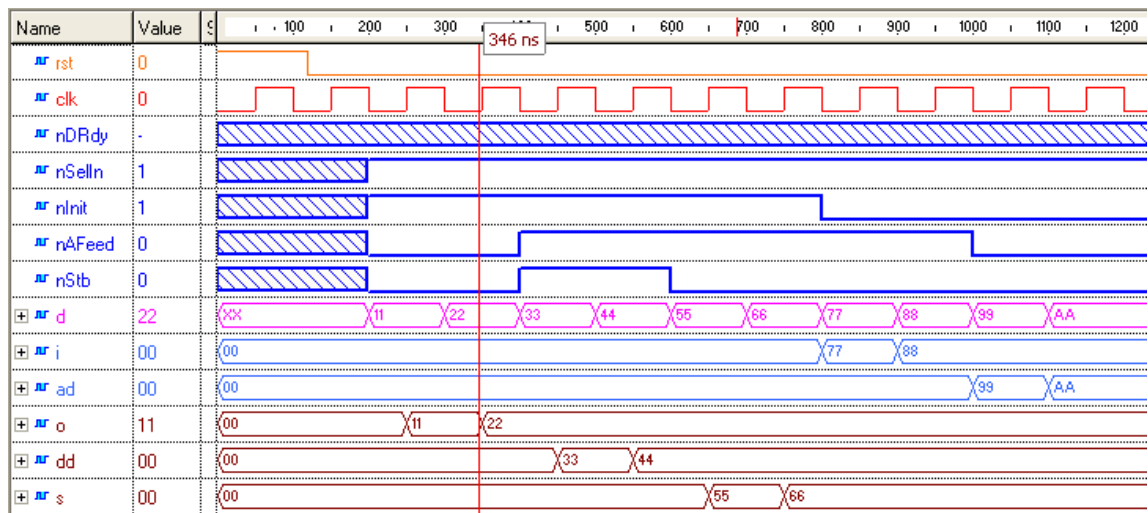

Figura 21: Formas de onda a usar como modelo para os cenários de simulação.
(ii) A simulação deve incluir cenários para cada uma das seguintes tarefas: escrever um valor nos LEDs (0x11 e depois 0x22), escrever um valor na DAC (0x33 e depois 0x44), escrever um valor no visor de 7 segmentos (0x55 e depois 0x66), ler um valor dos interruptores (0x77 e depois 0x88) e ler um valor da ADC (0x99 e depois 0xAA). Para se poder ler dos interruptores e da ADC para o sinal de entrada/saída D[7..0] deve colocar-se D[7..0] a "ZZZZZZZZ"(alta impedância). Ao ilustrar as formas de onda que deverão ser obtidas com a simulação, a figura 21 pode ser considerada no processo de escrita dos cenários de simulação.
- Efectuar a simulação de modo a verificar se o circuito se comporta como é suposto, obtendo formas de onda semelhantes às da figura 21.